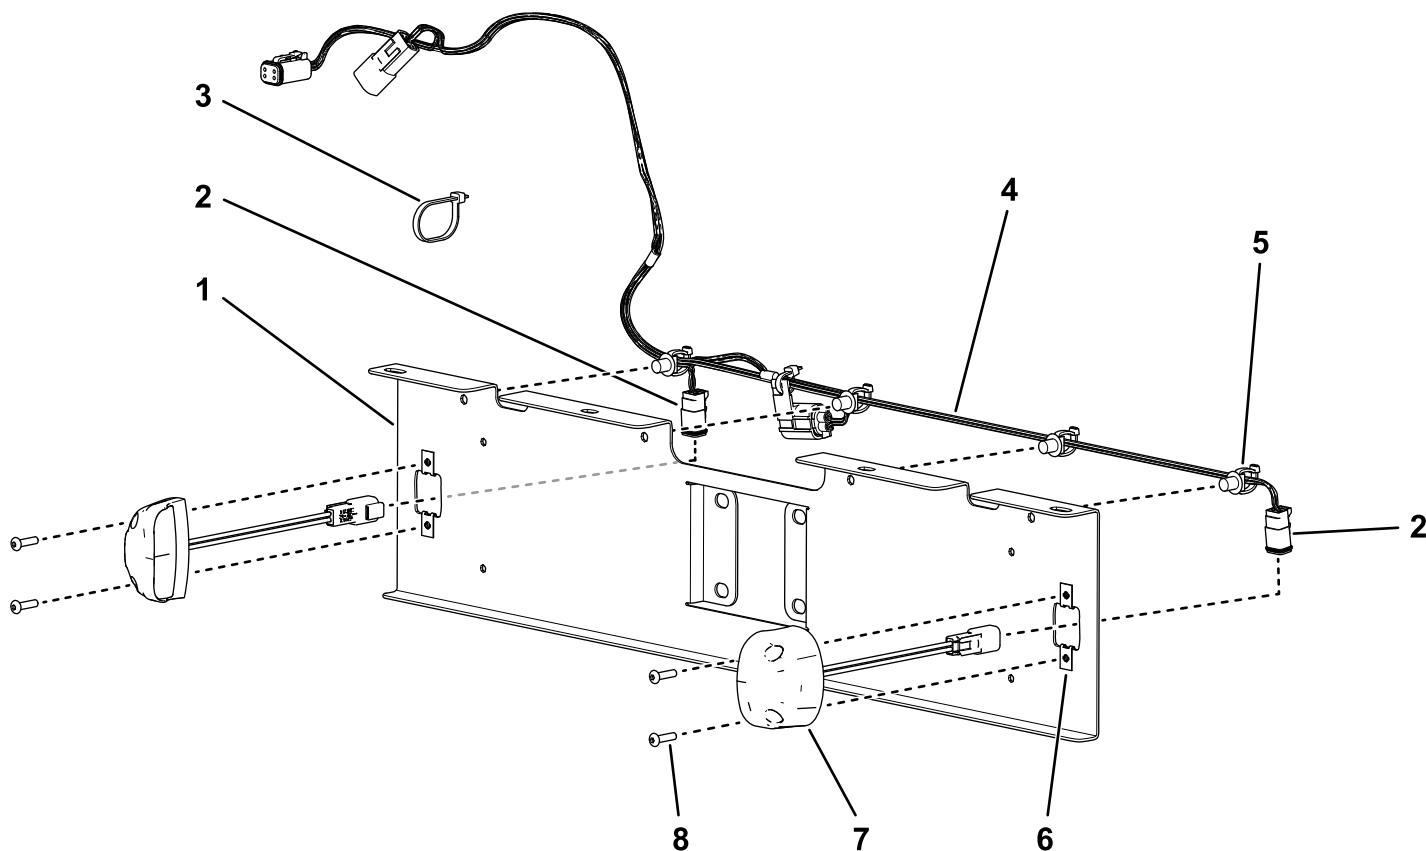

Figure 1
1. Acheminez le faisceau d'éclairage de la plaque d'immatriculation le long du haut du support de plaque d'immatriculation en gardant les 2 grands connecteurs et le fusible du côté gauche (**Figure 1**).
2. Fixez le faisceau au support en poussant les 4 fixations enfichables du faisceau dans les trous correspondants du support (**Figure 1**).
3. Faites passer les connecteurs des lampes de la plaque d'immatriculation dans les grands trous à chaque bout du support et branchez-les aux 2 lampes (**Figure 1**).
4. Fixez les lampes sur le support à l'aide de 4 boulons à tête ronde à six pans creux (n° 10 x 3/4") et 4 écrous à clip, comme montré à la **Figure 1**.